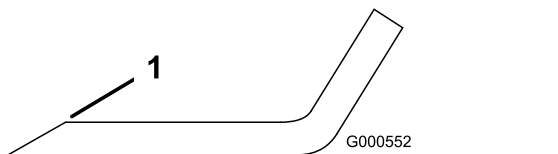

Figura 57
1. Utilice una lima para afilar el filo de corte en ambos extremos de la cuchilla (Figura 57).
**Nota:** Si la cuchilla no está equilibrada, rebaje algo el metal en la parte de la vela solamente con una lima (Figura 57).